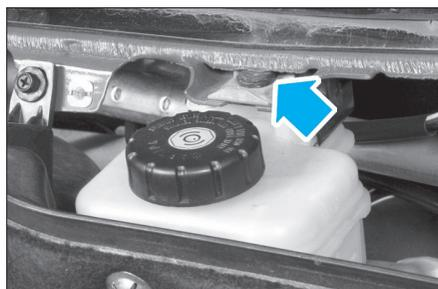

FIG. 29
- Décliper la patte de maintien centrale (3) de la séparation.
- la patte de fixation du réservoir de compensation de liquide frein (Fig.29).